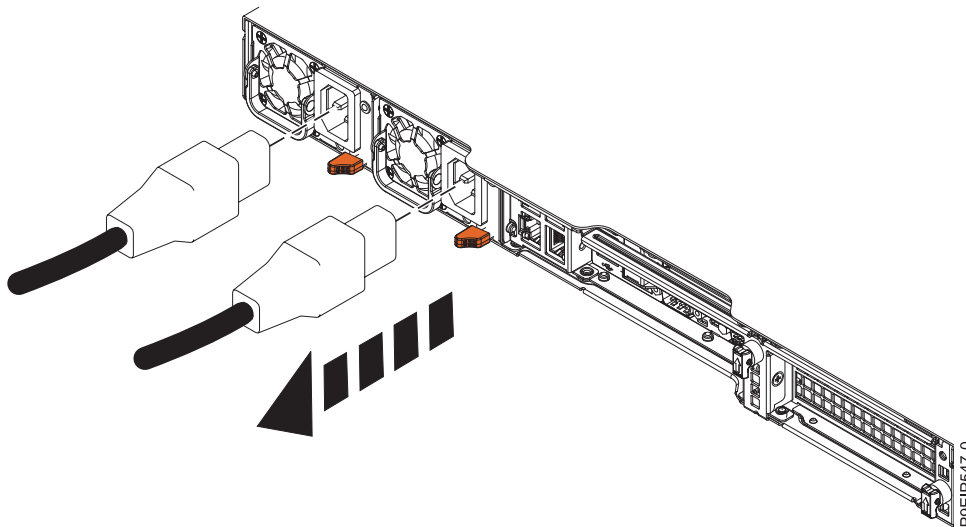

Figura 81. Removendo os cabos de energia do sistema
2. Rotule e desconecte os cabos de energia da unidade de sistema conforme mostrado na Figura 81.